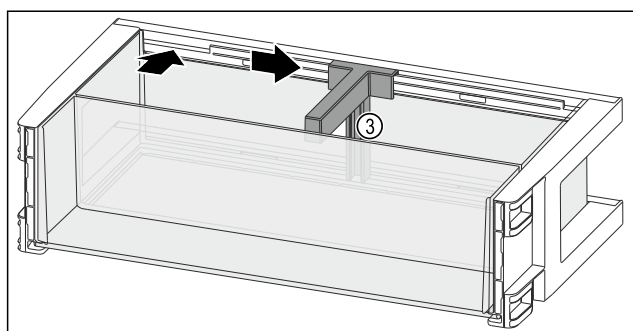

Fig. 120
- ▶ Vstavite držalo za steklenice Fig. 120 (3) v odprtino.
- ▶ Držalo za steklenice Fig. 120 (3) potisnite na stran do zelenega položaja.